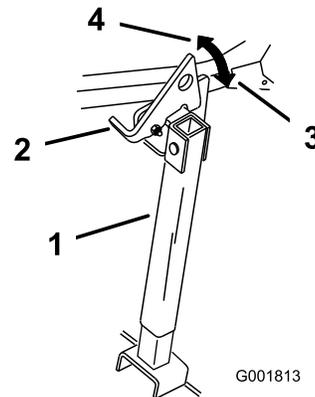

Figura 33
- Levante el enganche a la posición desbloqueada (Figura 33).